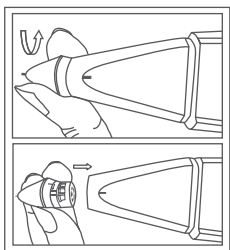

图 1.07
1. 关闭检测仪时，逆时针旋转探头，将之移走，如图1.07所示。